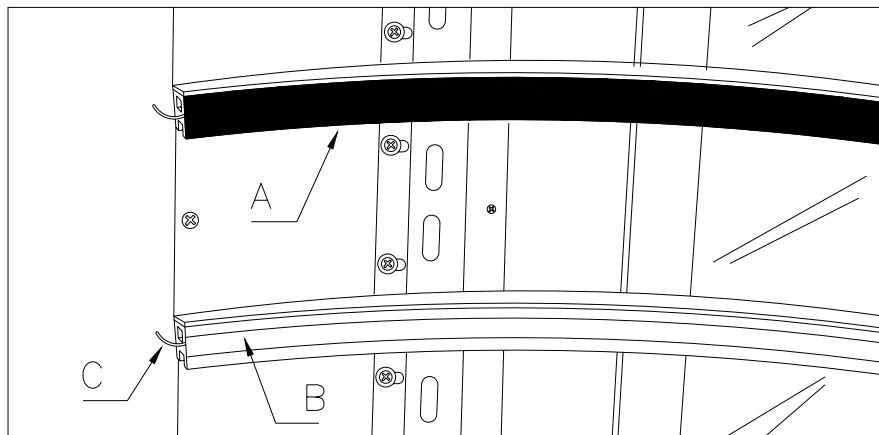

FIG. 17
2. Quitar la tira aislante Ref. A FIG. 17
3. Extraer el disipador Ref. B FIG. 17 usando la punta de un destornillador.
4. Sacar la resistencia Ref. C FIG. 17 y extraerla del orificio desconectándola eléctricamente.